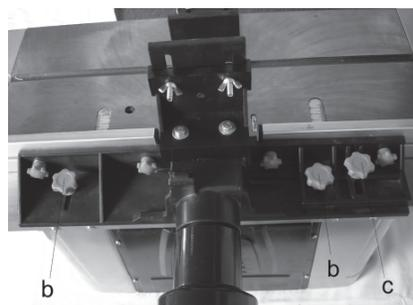

Рис. 13
Положение упора определяется размерами заготовки и фрезы. Ослабьте два крепежных винта (B) на задней части упора. Рис.13.